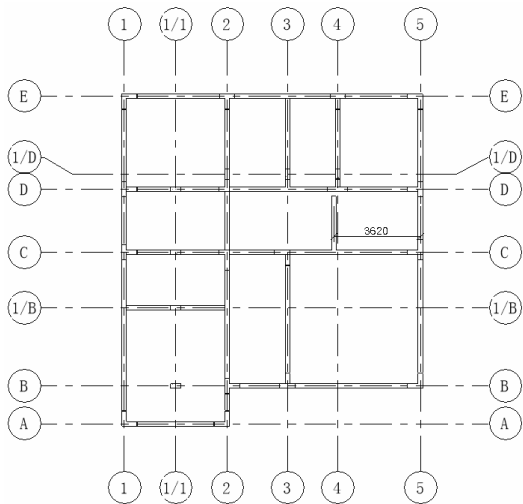

图 6-51 绘制“180×500mm”梁
(3) 在“属性”选项板中选择“混凝土 - 矩形梁 180×500mm”类型, 在如图 6-51 所示的位置绘制“180×500mm”梁。